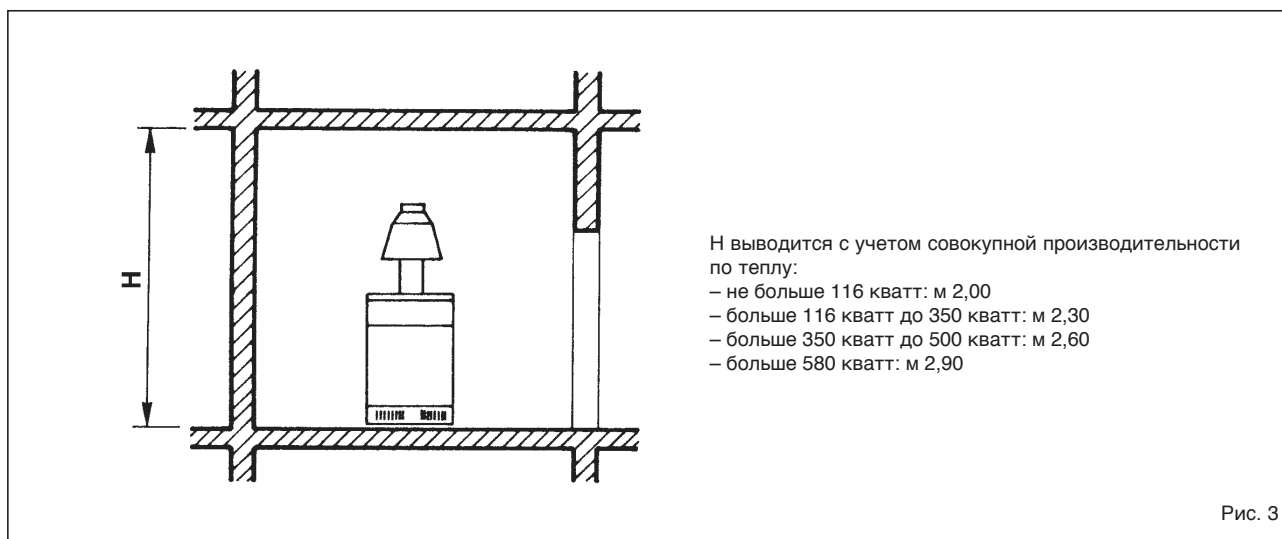

Рис. 3
1.5 ПОТЕРЯ ДАВЛЕНИЯ В КОТЛЕ (Рис. 3)
2.1 ПОМЕЩЕНИЕ КОТЕЛЬНОЙ И ВЕНТИЛЯЦИЯ (Рис. 3)
Модели “RX 37-48-55 E” с мощностью более 35 кватт должны размещаться в техническом помещении, имеющем определенные размеры и отвечающем требованиям в соответствии с Законом DM. 12/04/96 № 74 “Об утверждении правил техники безопасности для предотвращения пожаров при проектировании, строительстве и эксплуатации термических устройств, работающих на газовом топливе”. Высота помещения, где устанавливается котлоагрегат, должна соответствовать размерам, приведенным на рис. 3. Кроме того, для притока воздуха в помещение необходимо сделать во внешних стенах воздухоудки, поверхность которых, рассчитанная в соответствии с п.4.1.2 этого же DM. норматива, ни в коем случае не должна быть меньше 3000 см², а в случае использования газа с плотностью больше 0,8 меньше 5000 см².